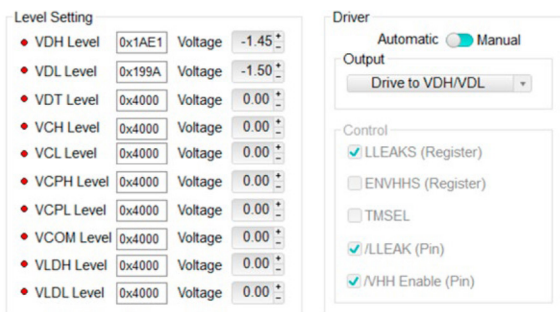

图7. 使用评估板软件设置MAX9979的DAC电平。
- ▶ 采用图7所示的DAC电压电平和驱动器设置。注意，VDH DAC的最低建议值为-1.5 V，最高建议值为4.5 V，零偏置点值为1.5 V。